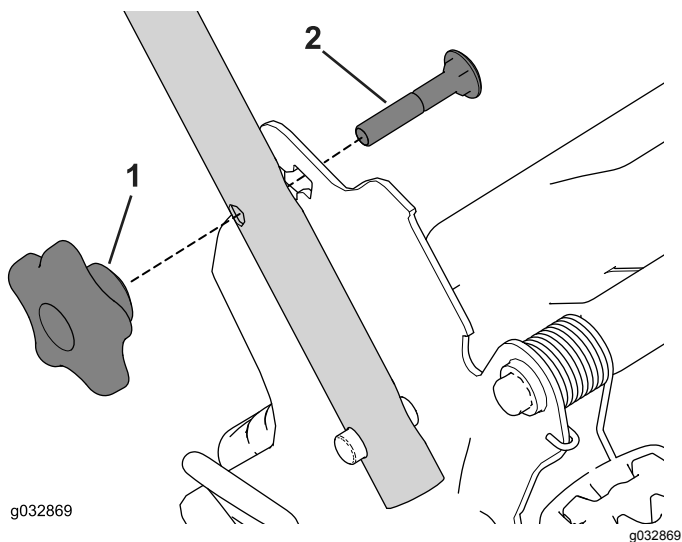

Figura 24
1. Togliete e conservate le 2 manopole della stegola e i 2 bulloni a testa tonda dalle staffe della stegola (Figura 24).